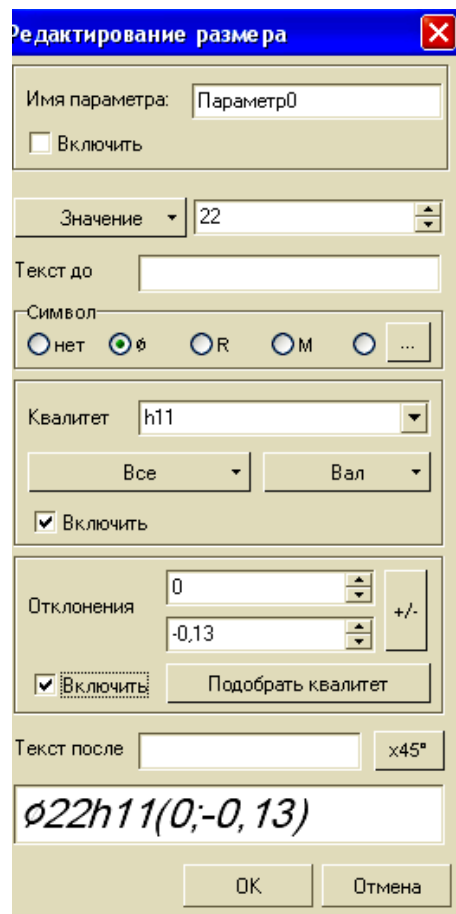

Рисунок 7.2 – Вікно Редактирование размера
3. У вікні **Редактирование размера** (рис. 7.2) ввести необхідні параметри розміру: